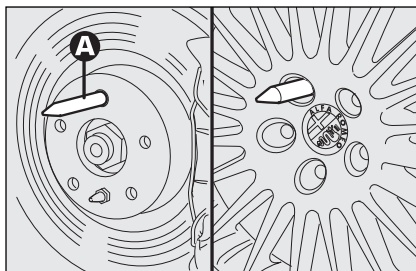

fig. 13
- draai de centreerpen **A-fig. 13** in een van de boutgaten op de wielnaaf;
- draai de centreerpen **A-fig. 13** los en draai de laatste wielbout vast;